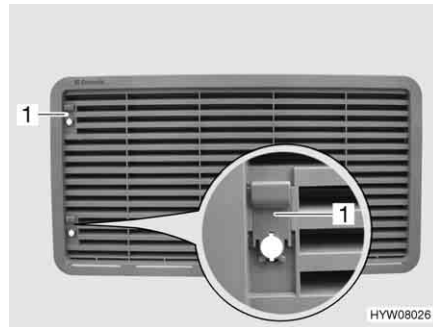

Fig. 219 Griglia di aerazione del frigorifero (con cursore)
- Spingere il cursore (Fig. 219,1) verso l'alto.